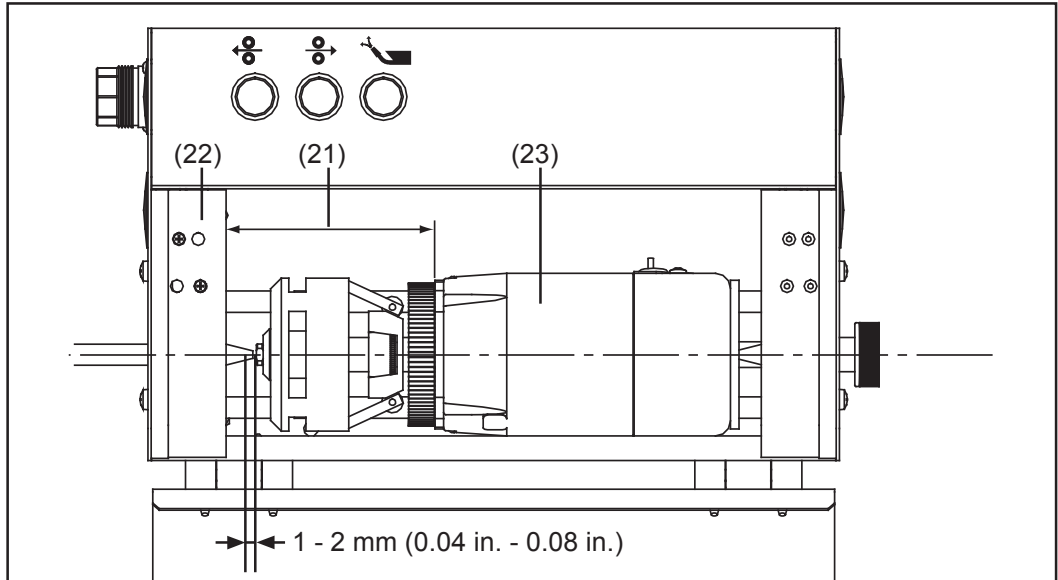

Fig. 21 Mesurer l'écartement entre le bloc de serrage et le moteur
- Desserrer les écrous hexagonaux (24) et (25) au moyen de deux clés à fourche
- Régler à nouveau l'écartement (21) - fig. 21- en tournant la vis de positionnement (5) - fig. 21.